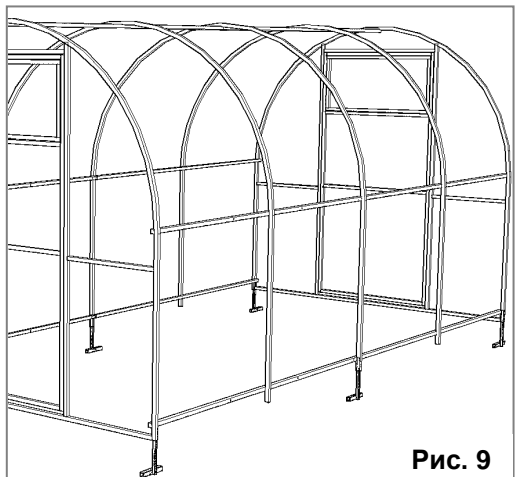

Рис. 9
5.2.6. Прикрутите второй торец для теплицы длиной 4 м (рис. 9)